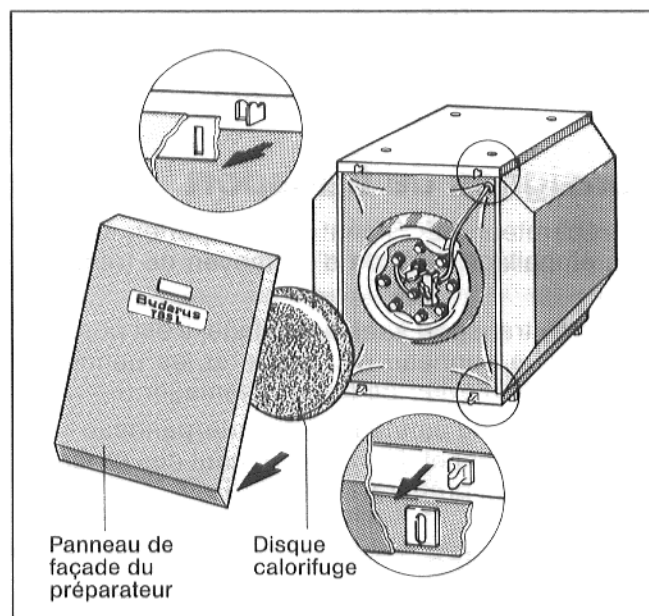

Fig. 12
- Retirer le panneau de façade du préparateur en le tirant vers l'avant et enlever le disque calorifuge en mousse souple (fig. 12).